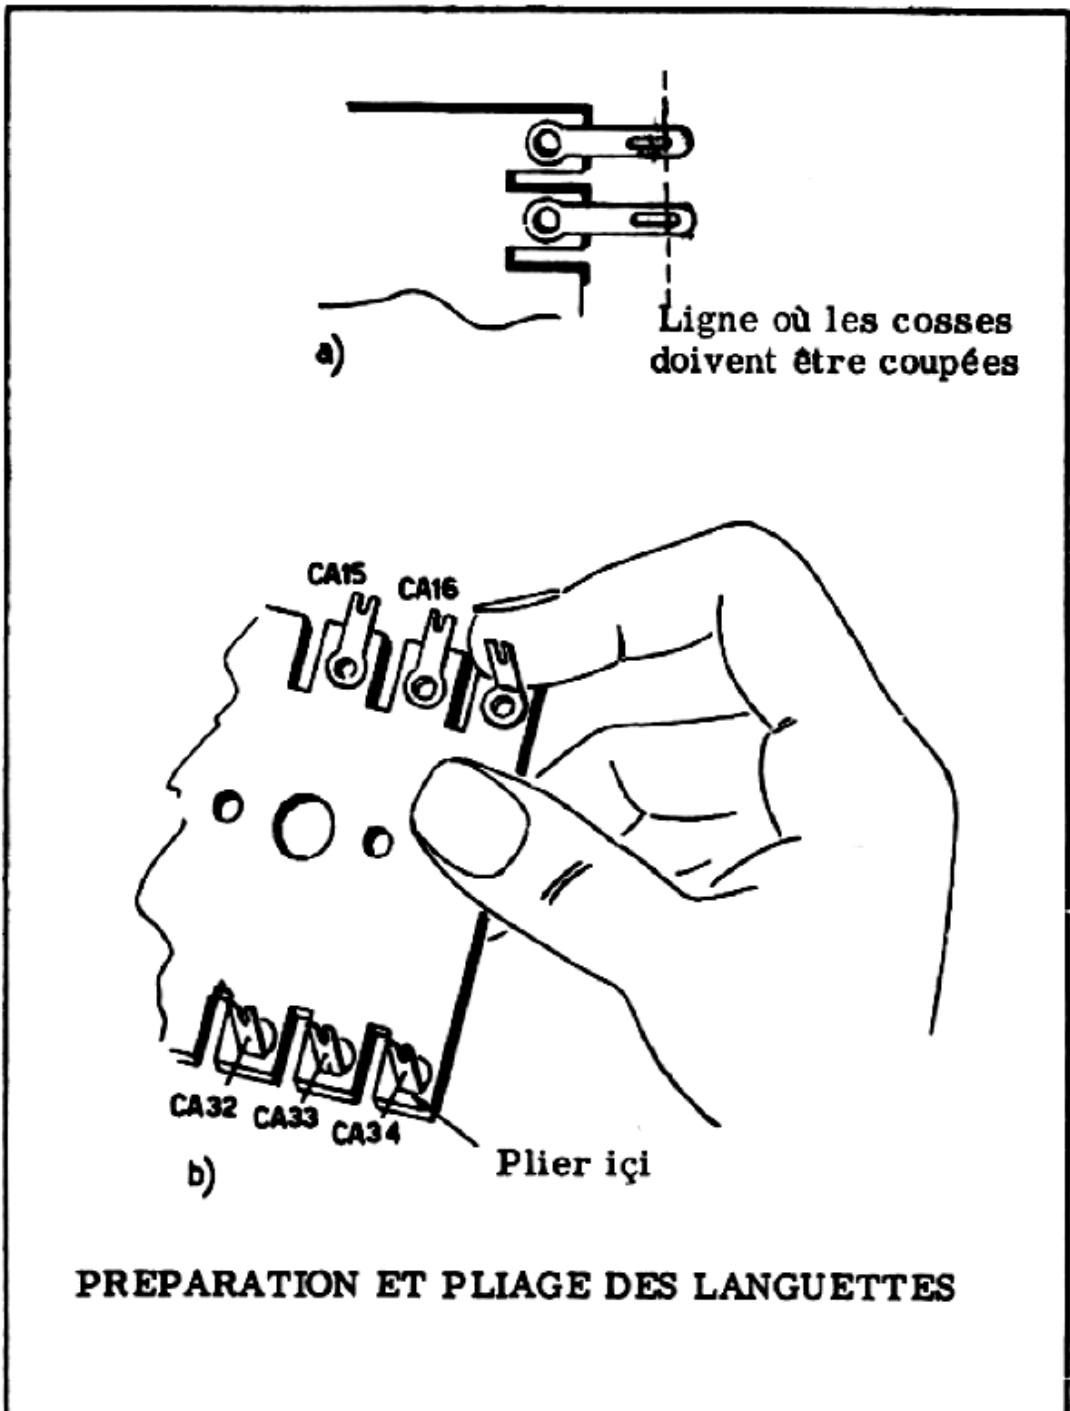

Figure 5
e) Réduisez d'abord la longueur de chaque languette d'environ 1,5 mm en coupant leur extrémité avec une paire de ciseaux (*figure 5 - a*).
Les languettes doivent être repliées près du bord extérieur de la plaquette. Cette opération peut être effectuée à la main, les languettes étant faciles à plier (*figure 5 - b*).